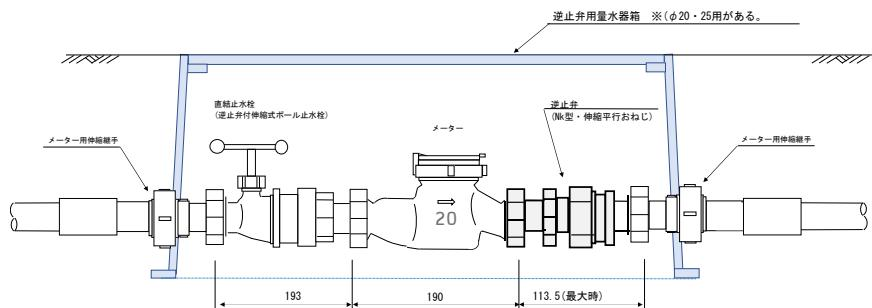

図 4-2 3 階への水道メーターの構造 ($\phi 20$ の場合)
- (1) 逆止弁用量水器箱(図 2-12)を使用し、一次側から直結止水栓、水道メーター、逆止弁の順に設置する。逆止弁(NK型伸縮平行おねじ: $\phi 20$ 、 $\phi 25$)は、明石市指定品を使用する。(図 4-2)
- (2) 3 階建て集合住宅の水道メーター設置は、地付けメーターが基本である。